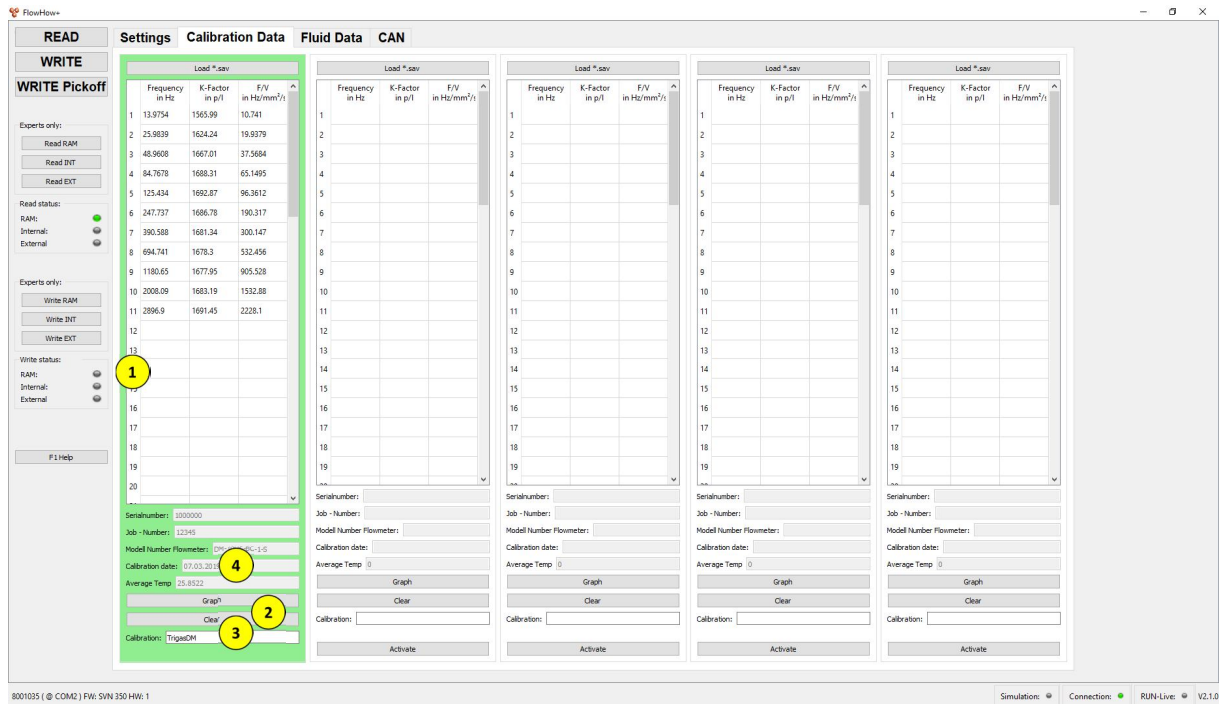

Fig. 6 Calibration data being loaded
Die Tabelle und die weiteren Daten **(1)** [Fig. 6 ] werden im Anschluss automatisch befüllt.
- Deleting table data **(2)** [Fig. 6 ]
- Optional deposit of a note **(3)** [Fig. 6 ]
- Calling the calibration curve **(4)** [Fig. 6 ]